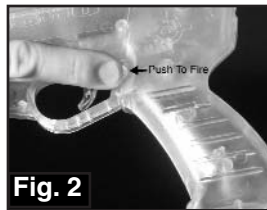

Fig. 2
- Repérez le verrou de sécurité sur le côté droit du pontet, derrière la détente (fig. 2).
- Repérez le verrou de sécurité sur le côté gauche et enfoncez-le jusqu'au fond. Quand le verrou de sécurité est désengagé, le fusil est prêt à tirer (fig. 2).